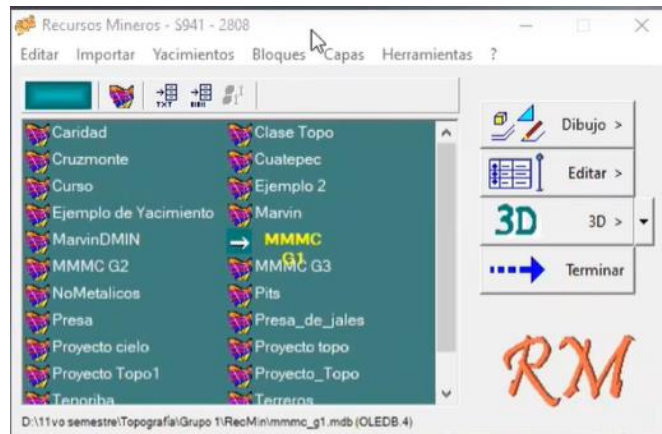

Figura 452. Módulo de yacimientos.
16. Abrir el módulo de yacimientos de RecMin y seleccionar el proyecto de la materia. Figura 452.